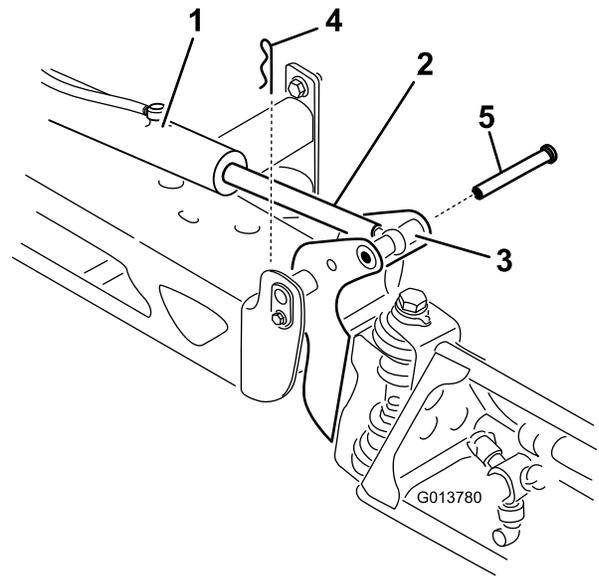

Bild 96
2. Nehmen Sie den Splint vom Lagerbolzen ab (Bild 96).
3. Heben Sie den Ausleger an und nehmen Sie den Stift (Bild 96) ab, senken Sie den Ausleger dann langsam auf den Boden ab.
9. Halten Sie den Ausleger fest und stecken Sie den Stift durch das Auslegerscharnier und die Aktuatorstange (Bild 96).